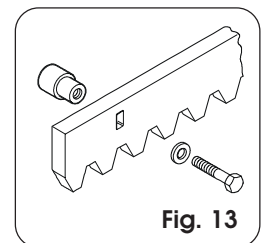

Fig. 13
4.4.1. STALEN TANDHEUGEL - LASSEN (Fig. 13)